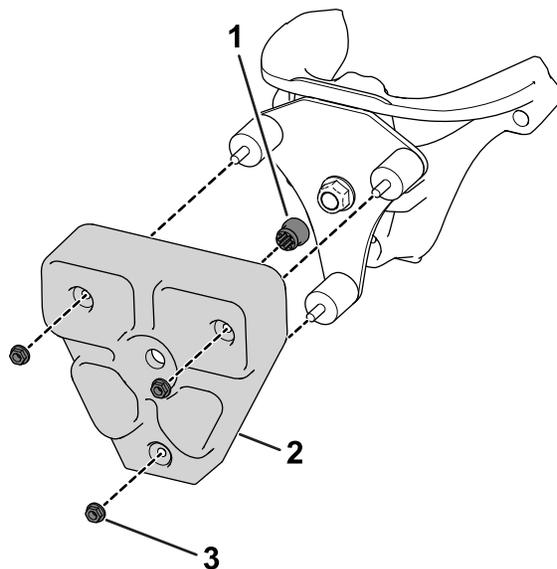

Рисунок 6
10. Вставьте уплотнительную втулку в груз TMD (Рисунок 6).
11. С помощью 3 резиновых виброопор и 3 гаек (5/16 дюйма) прикрепите груз TMD к монтажной пластине (Рисунок 6).